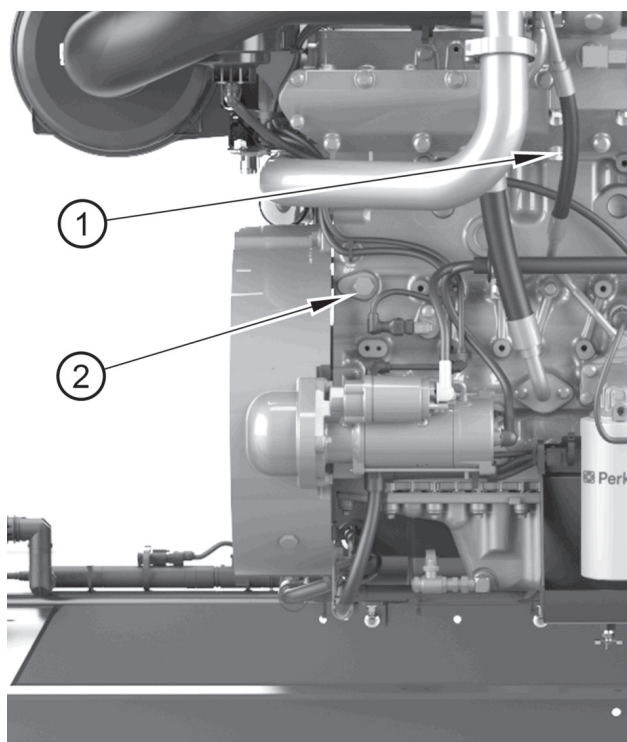

Figura 7
3. Rimuovere il tappo di scarico (figura 7 voce 1) dal collettore di scarico e il tappo di campionamento situato sul lato sinistro del monoblocco.